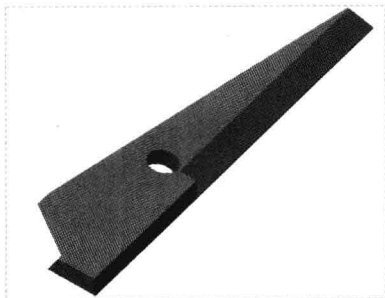

图 15-59 创建拔模特征
Step 10 单击“应用并保存在工具中所做的所有更改，然后关闭工具操控板”按钮，完成拔模特征的创建，如图 15-59 所示。